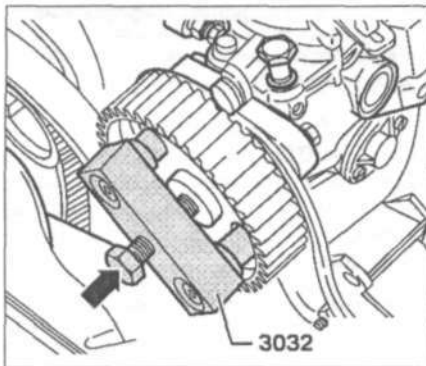

Рис. 6.71. Установите съемник 3032 (стрелка) в отверстие в шкиве ТНВД и закрепите его на нем.
11. Установите съемник 3032 (стрелка) в отверстие в шкиве ТНВД и закрепите его на нем (рис. 6.71).